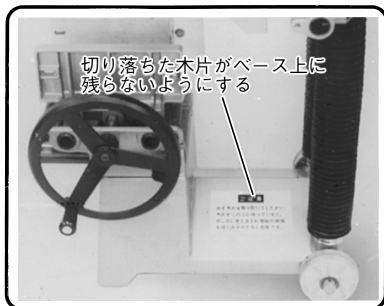

図 16
- 木片がベース上に残ったまま使用しますと木片が飛散し、機械を損傷させるだけでなくけがの原因になりますので、常によく取り除いてください。(図16参照)